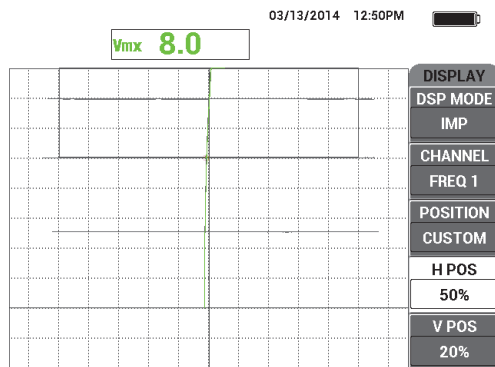

図 5-88 垂直信号の偏向を使った厚み評価
11. 参照/保存キー (REF ) を押し続け、消去キー () を押してライブ信号をクリアします (192 ページの図 5-88 を参照)。